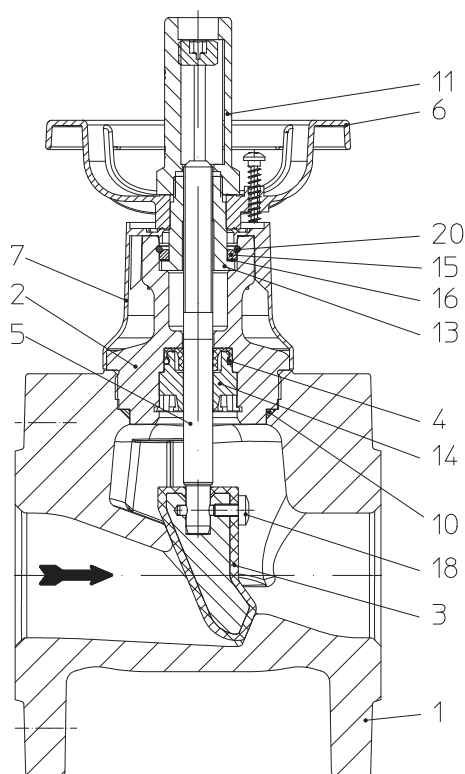
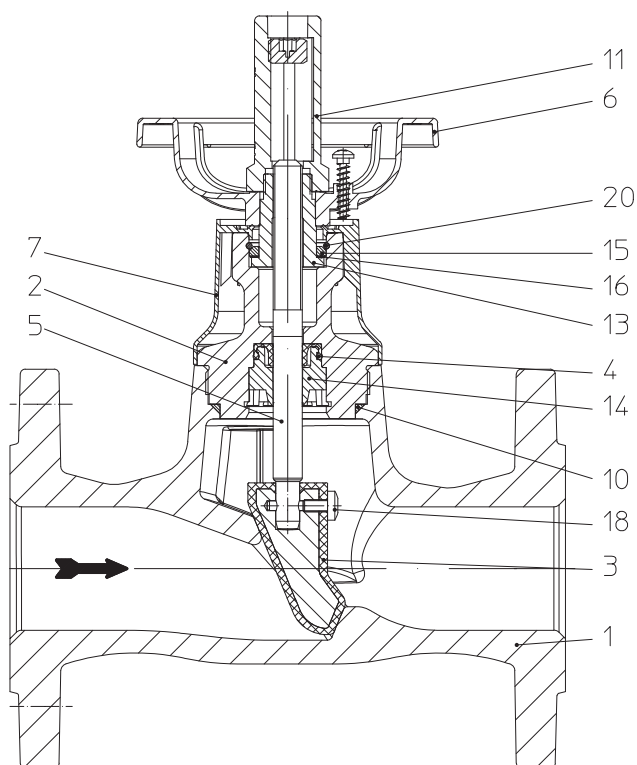

Fig. 1: EURO-WEDI Longitud útil FTF-14
Fig. 4: EURO-WEDI Longitud útil FTF-1
|                                                        | Asiento (pos.1.2) / cono (pos.3) estropeados por cuerpos extraños (Fig. 1 - Fig. 4) | Cambiar la robinetería, pregunte a su proveedor/fabricante                                                                                             |